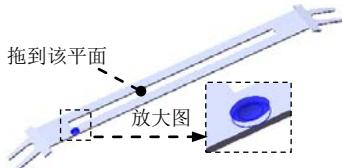
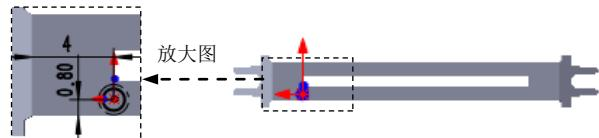

图 15.2.23 成形特征 1
图 15.2.24 编辑草图
Step6. 创建图 15.2.23 所示的成形特征 1。
(1) 单击任务窗格中的“设计库”按钮 ，打开“设计库”对话框。
(2) 单击“设计库”对话框中的  ch15 节点，在“设计库”下部的列表框中选择“barrette_shaped_tool_01”文件并拖动到图 15.2.23 所示的平面，在弹出的“成形工具特征”对话框中单击  按钮。
(3) 单击设计树中 barrette_shaped_tool_011 节点前的“加号”，右击 草图特征，在弹出的快捷菜单中单击“编辑草图”按钮 ，进入草图环境。
(4) 编辑草图，如图 15.2.24 所示。退出草图环境，完成成形特征 1 的创建。